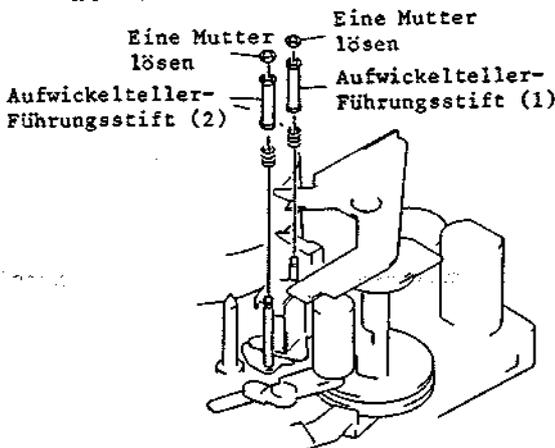

Abb. 2-67 Ausbau der Aufwickelteller-Führungsstifte (1) und (2)
(Abb. 2-67)
1. Den Audio/Synchronkopf bis in die Ladeposition (Kopftrommelseite) herausziehen (siehe Abb. 2-67).
2. Eine (1) Mutter lösen und den Vorratsteller-Führungsstift (1) aus dem Audio/Synchronkopfarm herausziehen.
3. Eine (1) Mutter lösen und den Aufwickelteller-Führungsstift (2) aus dem Audio/Synchronkopfarm herausziehen.